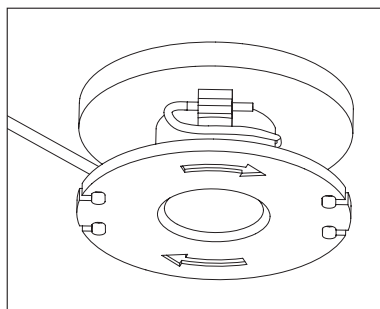

Fig. 35
8. Haga un nudo en el extremo, tire del hilo de corte y dóblelo según se muestra en la ilustración (Fig. 35).